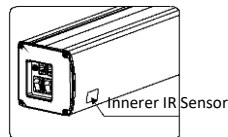

Abbildung 26
2. Das IR-Fensterchen soll nichts von anderen Gegenstände gedeckt werden, man kann dann die Infrarote Fernbedienung nutzen, um die Leinwand Hoch zufahren/ Ausrollen pausieren / Runterfahren (Abbildung 26).